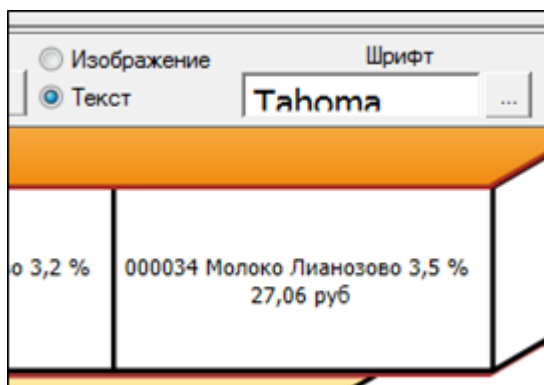

Рисунок 109 – Отображение товара в виде текста
- а. При выборе варианта отображения **Текст** в прямоугольнике лицевой зоны размещения товара печатается артикул, через пробел название товара, его текущая цена для кассы и название упаковки, если на полке размещена упаковка товара (Рисунок 109):